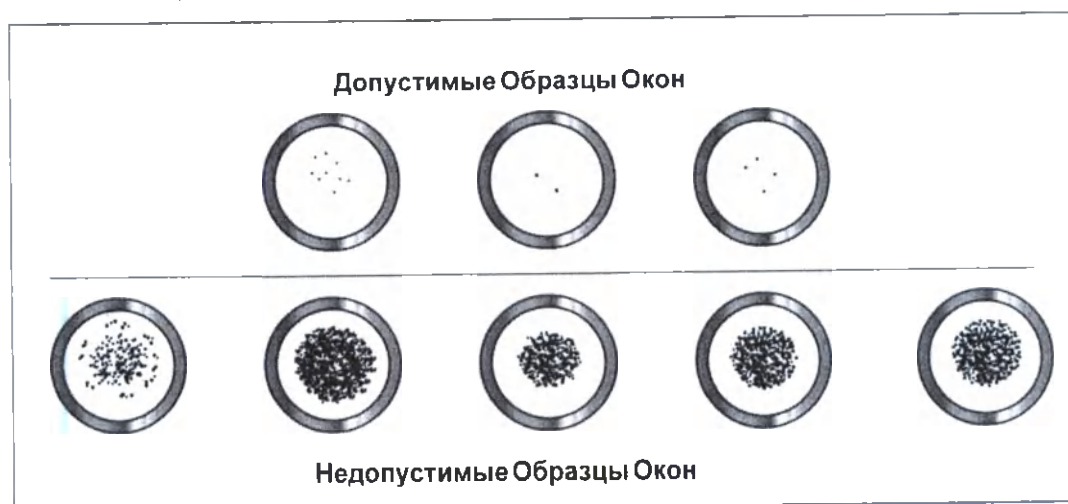

Рисунок 4-4: Схема Допустимых к Применению Окон
- Поставьте на место окно и сравните со схемой Допустимых к Применению Окон (смотрите **Рисунок 4-4**). Если окно не соответствует допустимому образцу на схеме, снимите окно и замените его новым.
- Повторно осмотрите окна и сравните со Схемой Допустимых к применению Окон (смотри **Рисунок 4-4**). Если окно не соответствует допустимому образцу в схеме, снимите линзу и замените новой.
- Осмотрите заново окно и сравните со Схемой Допустимых к Применению Окон (смотри Рисунок 4-4). Если окно не соответствует допустимому образцу в схеме, снимите окно и замените новым. Установите чистое или новое окно обратно в трубку так же, как окна Картриджа с Линзами (смотрите “Очистка Картриджа с Линзами и Дистанционного Датчика” на странице 4-12.)